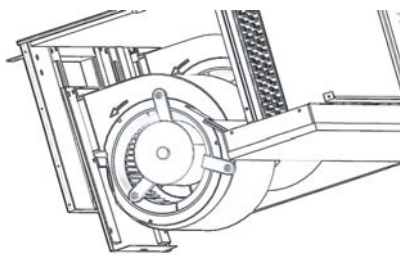

Рис. 10.7
- 1) Поднимите узел двигателя вентилятора и установите его на направляющие. Данную операцию необходимо выполнять вдвоем. (Рис. 10.7)